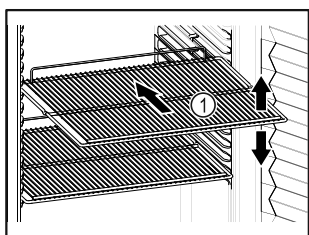

Fig. 57
- Om gallren Fig. 57 (1) kan flyttas om ska de anpassas på höjden.